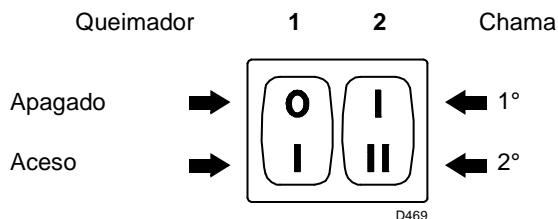
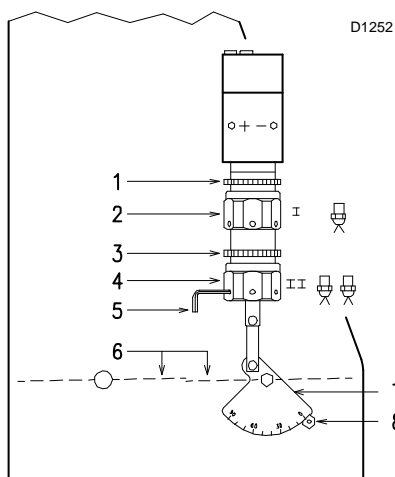

Fig. 20
Fig. 21
- Colocar em funcionamento o queimador fechando os termóstatos e com o interruptor 1) (Fig. 20, Pág. 18) na posição "ACESO". A bomba deve rodar no sentido da seta que está marcada na cobertura.
- Quando o gasóleo sai pelo parafuso 3), indica que a bomba está alimentada. Parar imediatamente o queimador: interruptor 1) (Fig. 20, Pág. 18) na posição "DESLIGADO" e aparafusar o parafuso 3).
Colocar o interruptor 1) (Fig. 20) na posição "ACESO".
Manter o queimador funcionando na 1ª chama, colocando o interruptor 2) (Fig. 20) na posição 1ª chama. A abertura do registro 6) (Fig. 21) deve ser proporcional à da boquilha escolhida: o índice 8) (Fig. 21) deve corresponder com o número da posição indicada no sector graduado 7) (Fig. 21). A regulação faz-se rodando o hexágono 2) (Fig. 21):
Colocar o interruptor 2) (Fig. 20, Pág. 18) na posição 2ª chama e regular o registro 6) (Fig. 21) actuando sobre o hexágono 4) (Fig. 21), depois de se ter aliviado o aro 3) (Fig. 21).
para facilitar a regulação dos hexágonos 2) e 4) (Fig. 21), utilizar uma chave hexagonal de 3 mm 5) (Fig. 21).